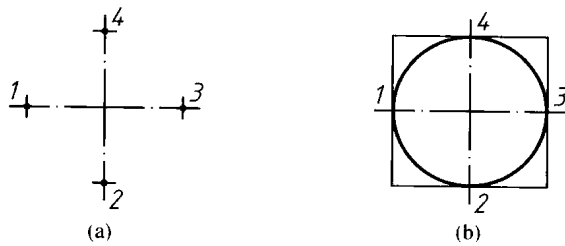

图 1-12 小圆的画法
(2) 画圆
① 圆的画法有几种,画小圆时,先画出中心线,然后用目测定出小圆直径的四个点;根据四点画正方形,在正方形里做内切圆(图 1-12)。